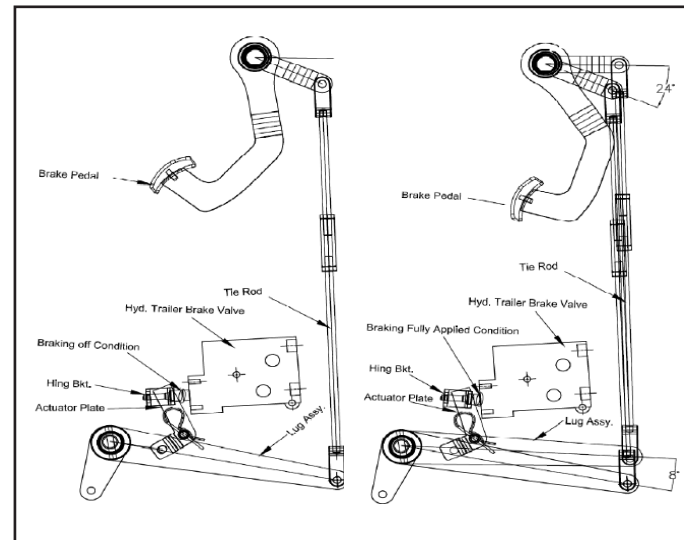

Fig. 4-15
- ⚠ **Upozorenje:** Uvek povezujte spoj na ventilu prikolice sa izlazom hidraulike na traktoru kako je prikazano na Fig. 4-15.